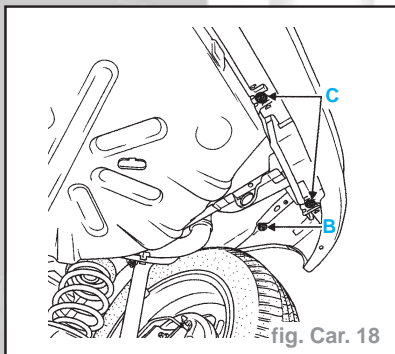
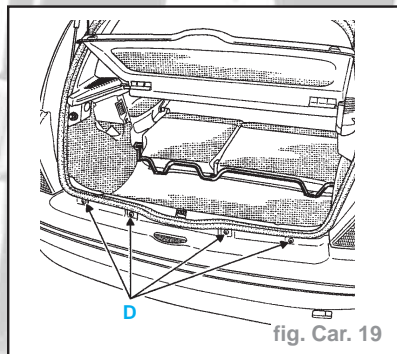

fig. Car. 18
fig. Car. 19
- Déposer (fig. Car. 18) :
- les deux vis de fixation latérales (B)
- les vis de fixation intérieures (C)
- Déposer les quatre vis de fixation (D) supérieures du bouclier et ôter celui-ci (fig. Car. 19).